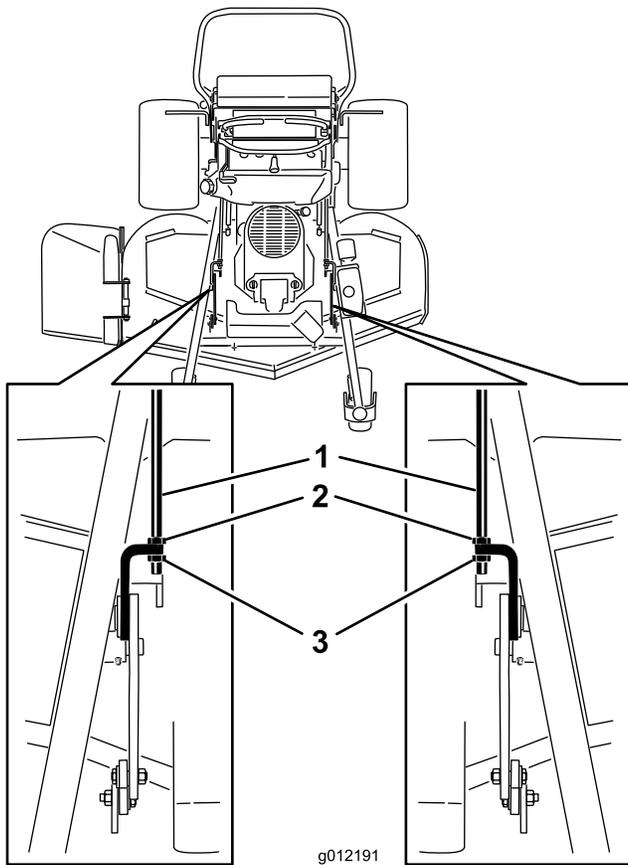

図 87
3. 調整ロッドの前後についているナットを両方ともゆるめる (図 87)。
**注** 刈り込みデッキの重量を3個の角材全部で確実に受けてください (図 87)。
6. 寸法が正しくない場合には、前後どちらかのナットを使って正しく調整する（図 87）。